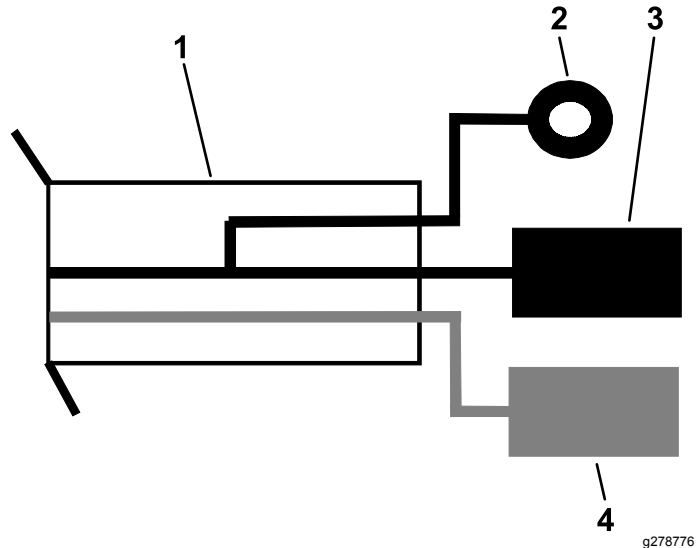

Bild 22
- Schließen Sie den schwarzen Kabelschuh am Erdungsblock an der Maschine an (**Bild 22**).
- Schließen Sie das rote Stromkabel in einem leeren Einschub im Sicherungskasten der Maschine an (**Bild 22**).